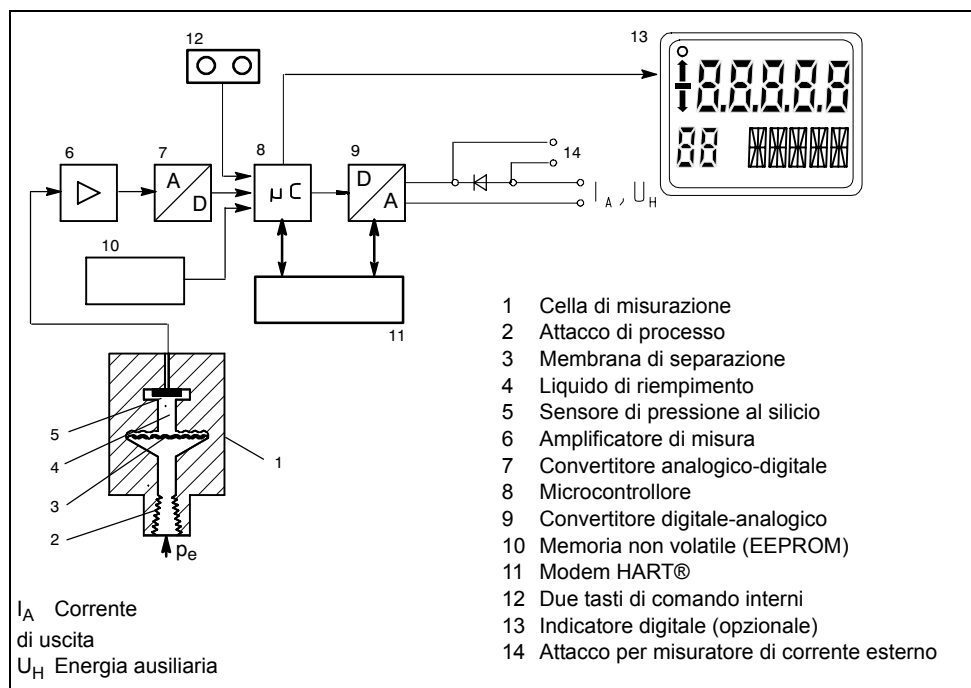

Figura 5 Trasmettitore SITRANS P, serie MS per pressione, schema di funzionamento
La pressione p_e viene portata alla cella di misurazione (1) tramite l'attacco di processo (2, Figura 5). Da lì la pressione viene trasferita al sensore al silicio (5) tramite la membrana di separazione (3) e il liquido di riempimento (4) flettendo la membrana di misurazione. Quattro piezoresistenze disposte a ponte dotate nella membrana di misurazione modificano in tale maniera la propria resistenza. Tale cambiamento della resistenza genera una tensione di uscita dal ponte proporzionale alla pressione di ingresso, che viene trasformata in un segnale digitale attraverso un amplificatore di misura (6) all'interno di un convertitore tensione frequenza (7). Questo segnale viene analizzato in un microcontrollore (8), corretto relativamente alla linearità e all'andamento della temperatura e trasformato dal convertitore digitale - analogico (9) in una corrente di uscita da 4 a 20 mA.